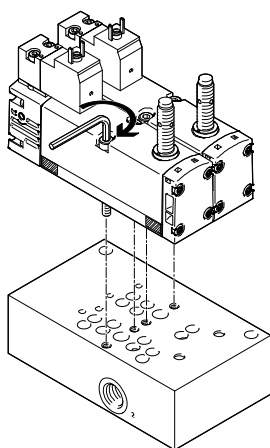

Fig. 11 Befestigung der Magnetventile auf dem Steuerblock
7. Magnetventil auf dem Steuerblock platzieren (→ Fig. 11) und die 2 Befestigungsschrauben mit einem Innensechskantschlüssel SW3 festdrehen (zulässiges Drehmoment: $2 \text{ Nm} \pm 10 \%$).